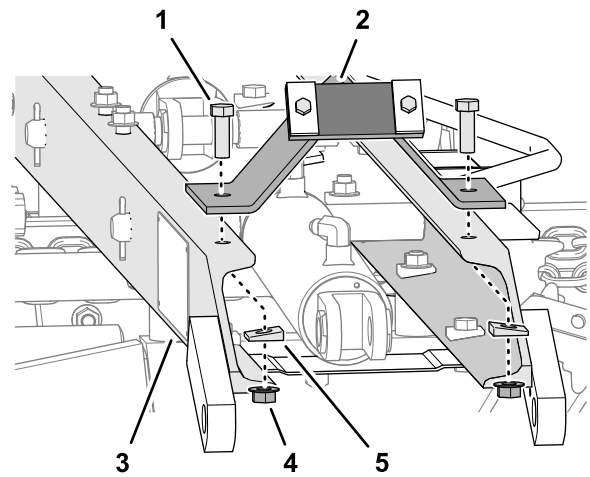

Figura 11
1. Alinee los orificios del tope del brazo de elevación con los orificios de 12.7 mm (1/2") de la parte superior de los travesaños, como se muestra en la Figura 11.
2. Sujete el tope del brazo de elevación a los travesaños (Figura 11) con los 2 tornillos (1/2" x 1 1/2"), las 2 arandelas cónicas y las 2 contratuercas con arandela prensada (1/2").